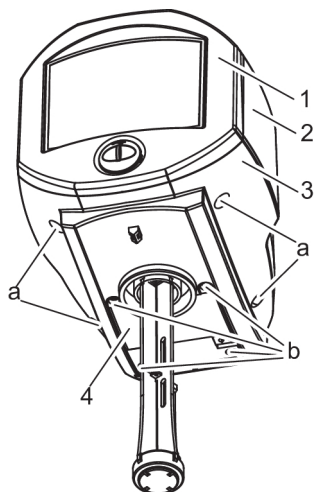

Abb. 16: Gehäuseteile
2. Die vier Befestigungsschrauben (a) der Abdeckhaube von unten lösen (siehe Abbildung 16). Die Schrauben verbleiben im Pumpenträger (3).
3. Frontteil (1) der Verkleidung leicht nach vorne kippen und Abdeckhaube (2) abnehmen.
4. Die vier Befestigungsschrauben (b) des Rückteils (4) lösen (siehe Abbildung 16) und das Rückteil abnehmen.